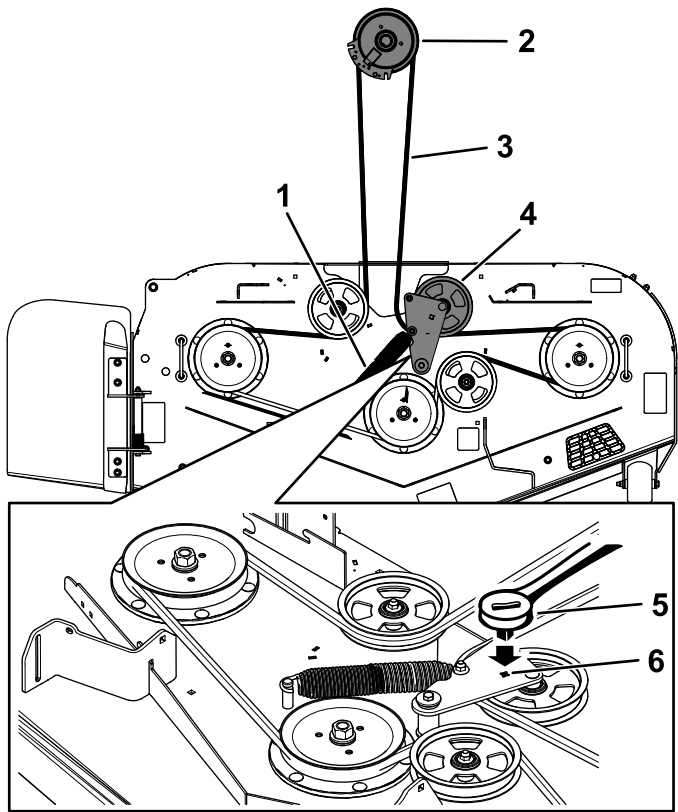

Figure 64
5. Insérez un rochet de $\frac{3}{8}$ pouce dans le trou carré du bras de la poulie de tension pour détendre le ressort de la poulie de tension (Figure 64).
7. Enlevez le guide-courroie situé sur le bras de la poulie de tension rappelé par ressort (Figure 64).
9. Acheminez la courroie neuve autour des poulies du tablier de coupe et de la poulie d'embrayage, sous le moteur (Figure 64).
10. Montez le guide-courroie sur le bras de la poulie tension (Figure 64).
11. Insérez le rochet de $\frac{3}{8}$ pouce et installez le ressort de la poulie de tension (Figure 64).